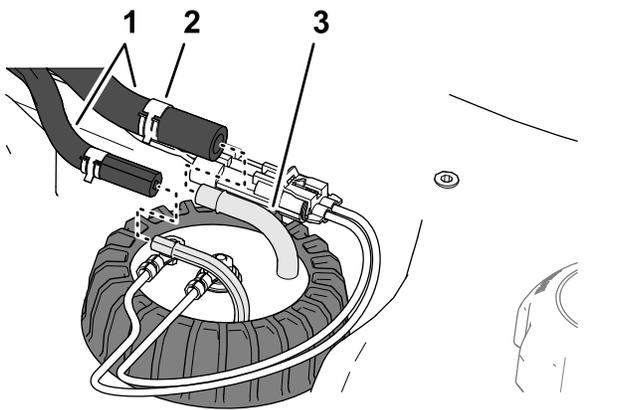

Рисунок 129
5. Установите шланг на штуцеры датчика уровня топлива и прикрепите шланги к штуцерам с помощью зажимов (Рисунок 129).